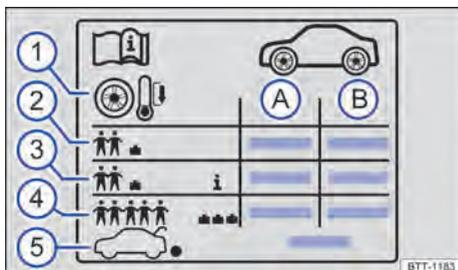

Fig. 181 Símbolos na etiqueta de pressão dos pneus.
Dependendo do veículo, a etiqueta pode conter uma pressão conforto dos pneus → Fig. 181 ③. A pressão de conforto dos pneus possibilita aumentar o conforto da condução. Ao conduzir com a pressão de conforto dos pneus, pode aumentar o consumo de combustível.
- Adequar sempre a pressão dos pneus às condições de carga → Fig. 181 ④.